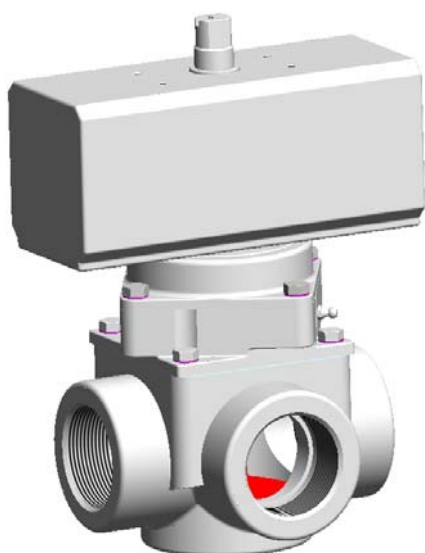

Fig. 7
- Monter de nouveau le chapeau supérieur et visser les 4 vis M8 du chapeau. Le résultat final est représenté par la Fig. 7.
- Siehe Bild 7.